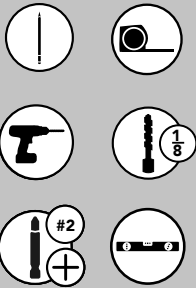

FIG. 1A
*Si vous utilisez les trous percés, fixez le porte-cravates à la paroi latérale de l'armoire à l'aide des 2 vis à fixation directe M6 x 6 mm, sinon marquez et percez préalablement les trous, puis fixez le porte-cravates à la paroi latérale de l'armoire avec les 2 vis à bois 8-32 x 1/2 po. (voir les figures 1A et 1B).*